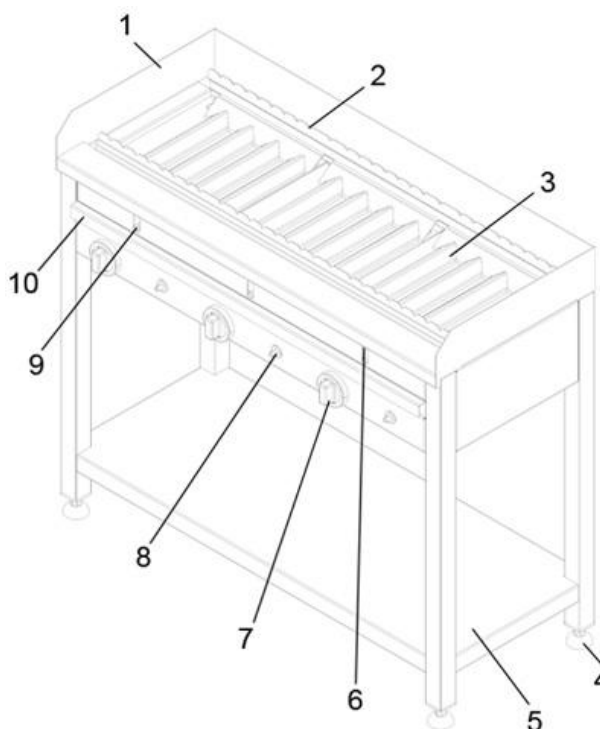

Рис.1. Устройство газовой шашлычницы
На рисунке 1 приведено общее устройство газовой шашлычницы. В зависимости от модели она имеет от 2 до 3-х рабочих зон с независимым управлением. На столе шашлычницы располагается съемный мангал 1 (рис.1) с направляющими для шампуров 2 (рис.1), на каждую зону шашлычницы идет 4 шампура (входят в комплект поставки).
Теплообменники 3 (рис.1), размещенные внутри устройства, обеспечивают равномерность распределения тепла горелки и защищают ее от попадания жира, выделяющегося жарке.
На лицевой панели устройства располагаются: ручки кранов горелок 7 (рис.1), кнопки пьезорозжига 8 (рис.1) и смотровые отверстия 6 (рис.1) для контроля пламени запальных горелок 9 (рис.1). Под горелками располагаются поддоны 10 (рис.1) для сбора жира. Высота и горизонтальность шашлычницы регулируется ножками 4 (рис.1). Для хранения кухонного инвентаря предусмотрена полка 5 (рис.1).
- Снимите мангал 2 (рис. 1)
- Выньте поддон-жироборник 8 (рис. 1).
- Поднимите верхнюю часть лицевой панели 6 (рис.1), потянув ее вверх.